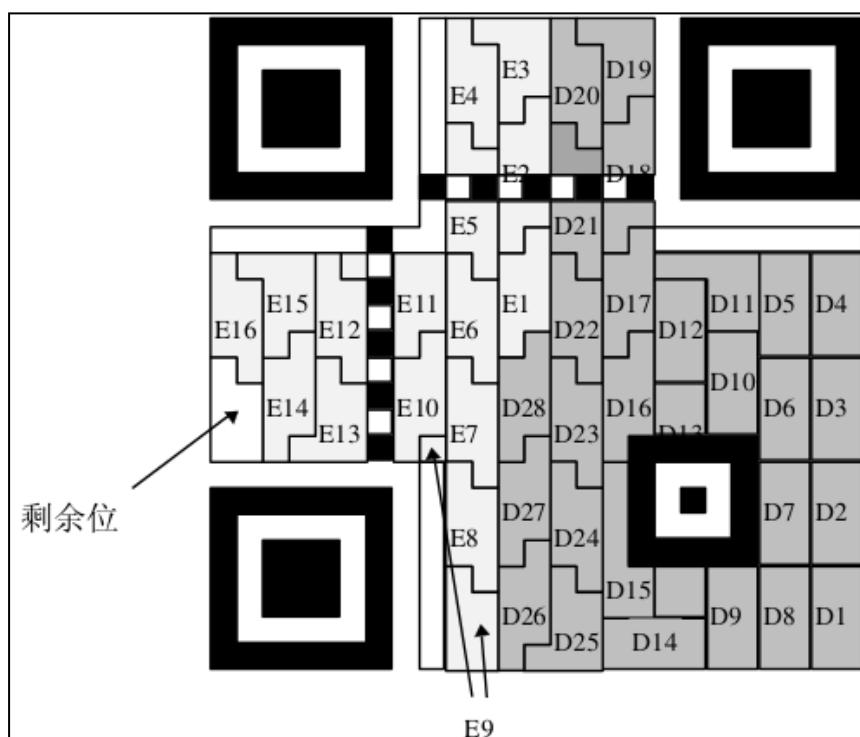

图 48-4 构造矩阵
- 6. 构造矩阵：**将探测图形、分隔符、定位图形、校正图形和码字模块放入矩阵中。把上面的完整序列填充到相应规格的二维码矩阵的区域中，见图 48-4 构造矩阵。
- 7. 掩摸：**将掩摸图形用于符号的编码区域，使得二维码图形中的深色和浅色（黑色和白色）区域能够比率最优的分布。见图 48-4 构造矩阵。